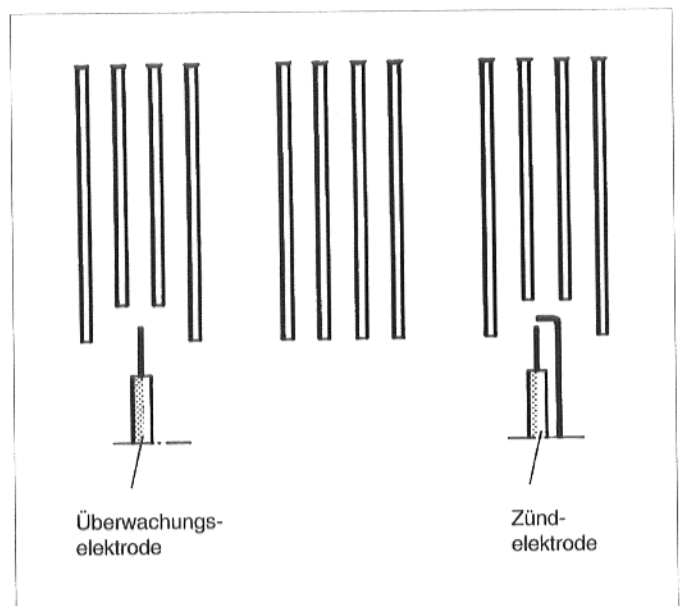

Abb. 30: Anordnung der Kühlstäbe, Draufsicht
- Auf die Brennstäbe mit Zünd- und Überwachungselektrode die kurzen Kühlstäbe nach dem Beispiel Abb. 30 montieren.